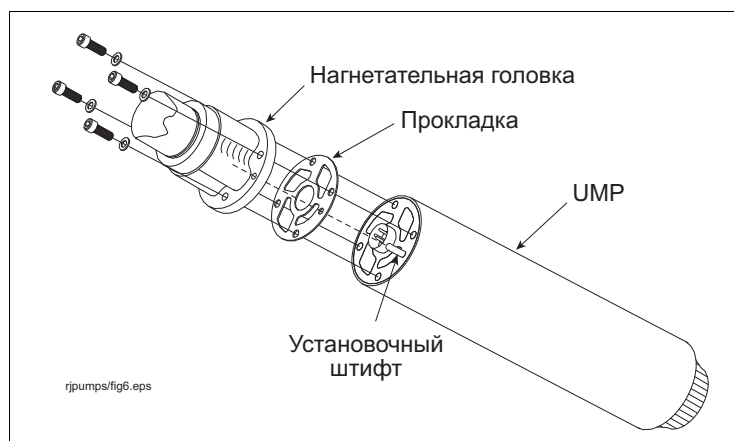

Рис. 7. Выравнивание прокладки UMP
- Установите на новый UMP новую прокладку так, чтобы совпали все отверстия (см. рис. 7).
- Установите стопорные болты и стопорные шайбы UMP (см. рис. 7). Вверните болты и закрутите их в крестообразной последовательности. Момент закручивания — 7 фут-фунт силы (11 Н•м).